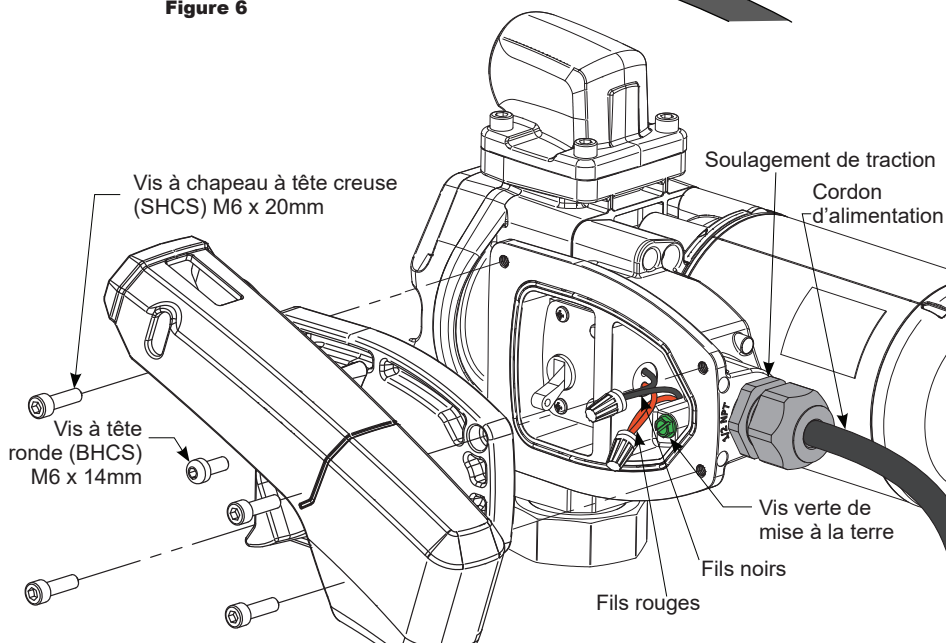
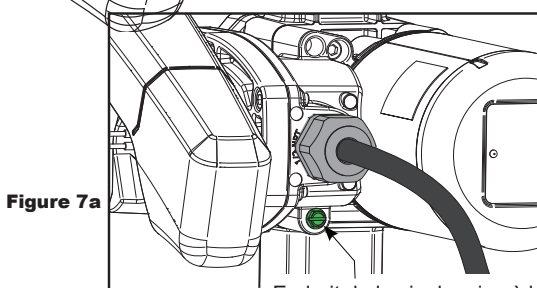

Figure 7
Figure 7a
Pour installer le cordon d'alimentation, enlever les (4) vis à chapeau à tête creuse (SHCS) M6-1.0 x 20mm et le couvercle électrique (voir figure 7).
Insérez le cordon d'alimentation au travers du raccord NPT de 1/2 pouce à l'arrière de la pompe (voir figure 7). À l'aide de capuchons de connexion, brancher le fil noir avec le fil noir et le fil rouge avec le fil rouge dans la cavité électrique de la pompe. Placez les fils à l'intérieur de la cavité électrique et bien serrer la prise de soulagement de traction. Assurez-vous que les surfaces soient propres. Réinstallez le couvercle électrique et le levier de l'interrupteur et serrez fermement.
Un raccord de mise à la terre est fourni. Il est identifié comme une vis à tête cylindrique verte dans la cavité électrique (voir figure 7): une mise à la terre externe peut être utilisée à la place. Lors de l'utilisation d'une mise à la terre externe pour le G20-012PO/PX (Zone 1 ou 2), l'installateur **doit** utiliser un fil de mise à la terre avec une section transversale minimale de 4mm². Pour utiliser une mise à la terre externe, enlevez la vis de mise à la terre verte de la cavité électrique et installez dans l'endroit illustré (voir figure 7a).